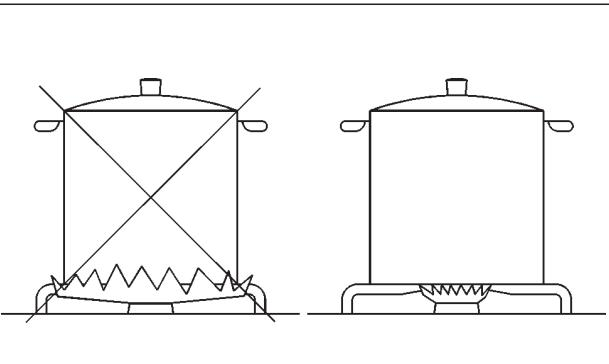

РИС. 2
- для каждой конфорки используйте подходящие кастрюли (см. нижеследующую таблицу и рис. 2).